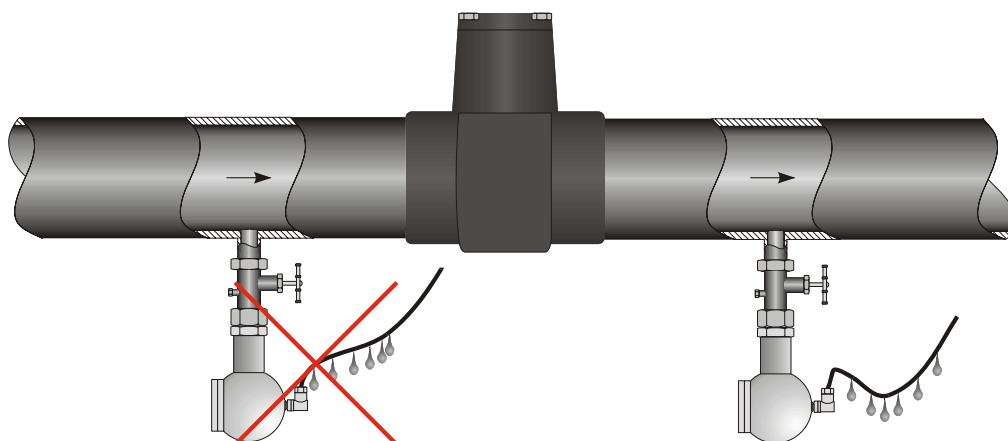

Рисунок 4.
2.4.6. Отборные устройства для установки датчиков желательно монтировать на прямолинейных участках, на максимально возможном удалении от насосов, запорных устройств, колен, компенсаторов и других гидравлических устройств. Особенно не рекомендуется устанавливать датчик перед запорным устройством в трубопроводах, если измеряемая среда – жидкость (см рис. 4). При наличии в системе гидроударов, рекомендуется применять датчик в комплекте с демпфером гидроударов.